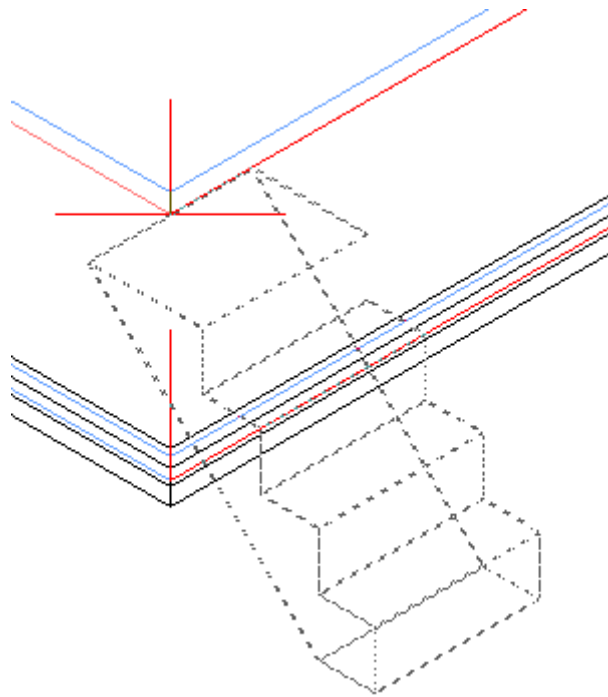

Рисунок 121
- Привязаться к углу цоколя, как показано на Рисунок 121.